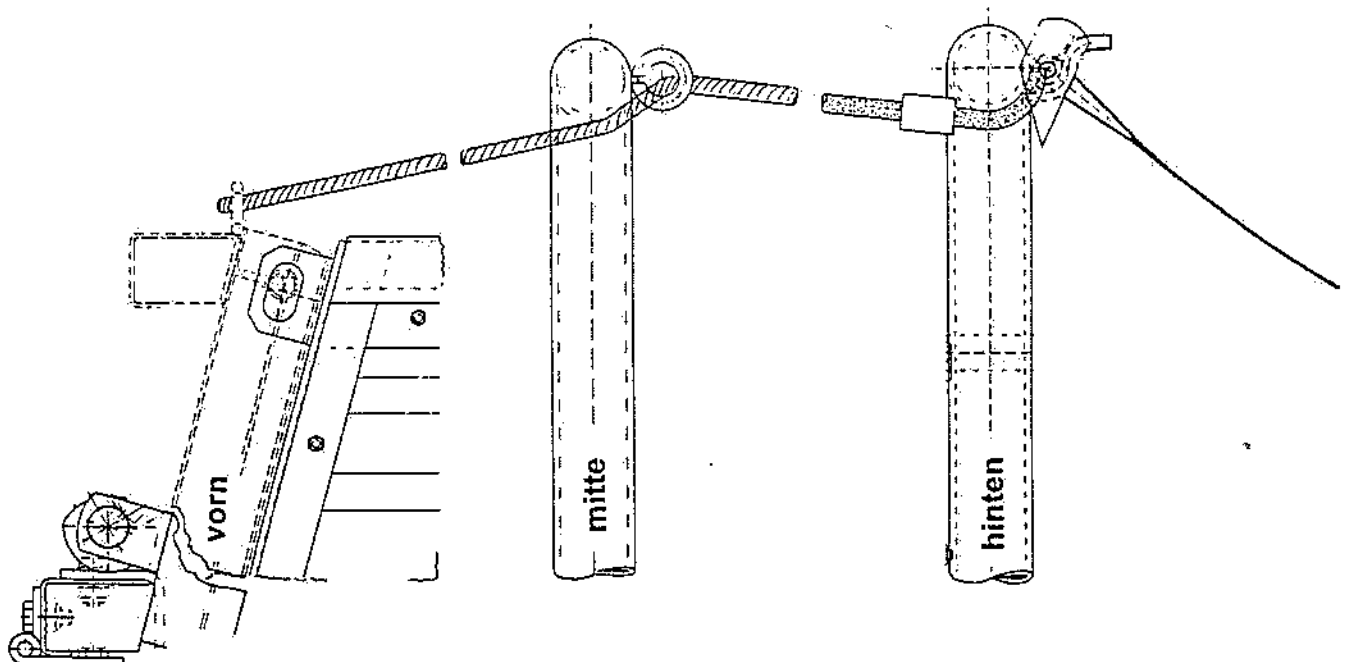

Fig.73
- B: Alle sieben Dach-Seile 38 aushängen. Neumontage siehe Fig.73